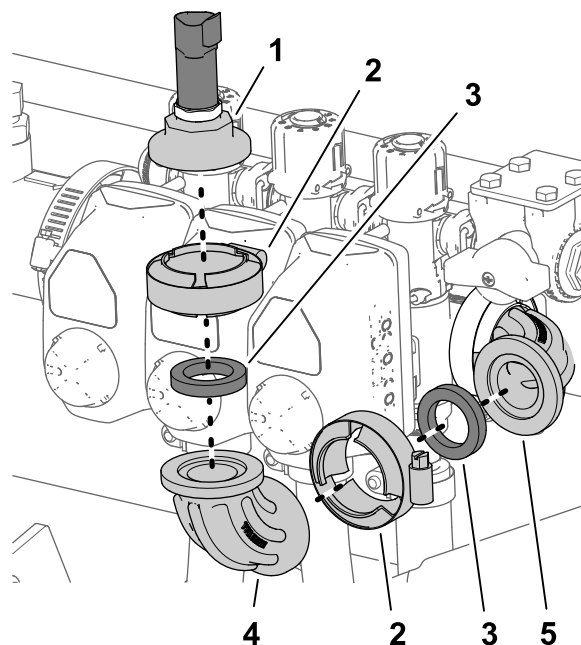

Figure 31
2. Déposez le collier bride, le raccord coudé à 90° (sans orifice) et le joint du raccord coudé à 90° à orifice (Figure 31).
3. Placez le chapeau de raccord et le joint en face du raccord coudé à 90° au bout de la vanne de section droite (Figure 31).
1. Retirez le collier bride qui fixe le chapeau de raccord à orifice, le transducteur de pression et le joint au raccord coudé à 90° au bout de la vanne de section droite, et déposez le chapeau, le transducteur et le joint (Figure 31).
4. Fixez le chapeau de raccord et le joint au raccord coudé à 90° à l'aide du collier bride (Figure 31).